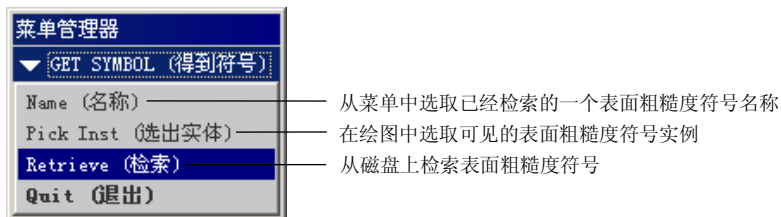

图 10.9.2 “得到符号”菜单
(1) 从系统弹出的图 10.9.2 所示的  GET SYMBOL (得到符号) 菜单中, 选择 Retrieve (检索) 命令。